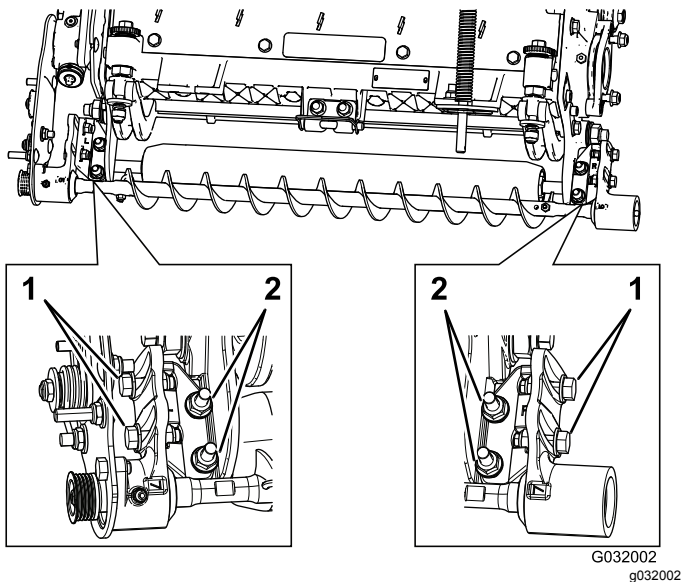

Bild 11
- A. Lösen Sie die zwei Sicherungsbundmutter, mit denen die Befestigungshalterung der Rollenbürste an der Seitenplatte der Schneideinheit befestigt ist (Bild 11).
- B. Drehen Sie das Lagergehäuse der Rollenbürste so lange, bis die Bürstenplatte mit der Seitenplatte der Schneideinheit parallel ist (Bild 11).
- C. Ziehen Sie die zwei Sicherungsbundmutter fest, mit denen die Befestigungshalterung der Rollenbürste an der Seitenplatte der Schneideinheit befestigt ist (Bild 11).
1. Lösen Sie die zwei Schrauben, mit denen jedes Lagergehäuse der Rollenbürste an der Befestigungshalterung der Rollenbürste montiert ist (Bild 11).